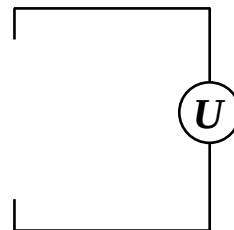

Bild K1-2
- a) Zeichnen ein vereinfachtes Ersatzschaltbild für Fall A und Fall B in die nachfolgende Grafik (*Bild K1-2*).